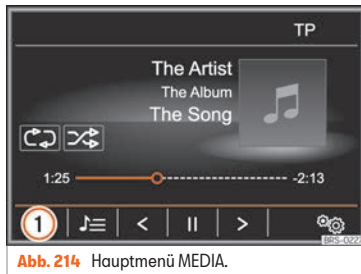

Abb. 214 Hauptmenü MEDIA.
- Funktionsfläche **» Abb. 214 1** antippen und **BT-Audio** wählen.